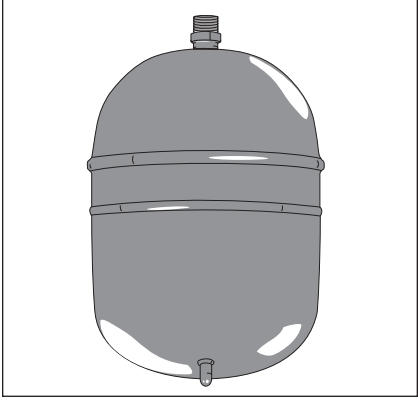

Figure 5 - Le vase d'expansion protège la plomberie du domicile contre les pointes de pression.
- Vase d'expansion (Figure 5 à la page 9)
Vérifier que le vase d'expansion est de dimension adaptée (Figure 5). Nous recommandons d'installer un vase d'expansion si le système n'en est pas équipé. Les codes en vigueur exigent la présence d'un vase d'expansion de dimension appropriée et sous une pression correcte dans toutes les installations qui comportent des dispositifs antirefoulement, clapets antretour ou réducteurs de pression (voir l'illustration sur l'intérieur de la couverture avant).